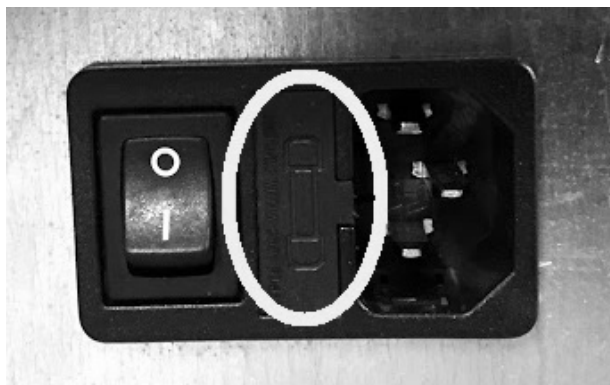

Fig. 46 - Deurtje met te verwijderen zekeringen
- Gebruik voor de vervanging van de zekeringen in het elektrische stopcontact achter de kachel een schroevendraaier voor schroeven met inkeping. Steek deze in het deurtje en gebruik hem als hefboom (zie **Fig. 46**) Trek de te vervangen zekeringen vervolgens naar buiten.